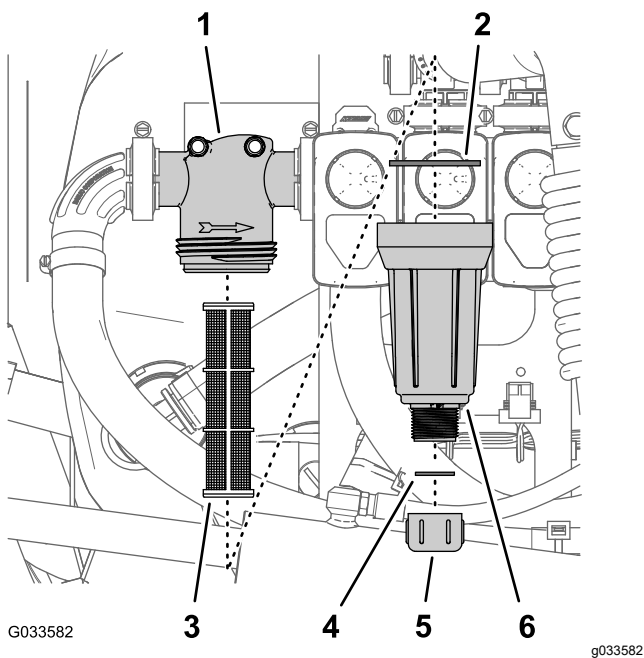

Figura 96
2. Amplasai o tavă de golire sub filtrul de presiune (Figura 96).
- Rotii capacul de golire în sens invers acelor de ceasornic i scoate-l din vasul filtrului de presiune (Figura 96).
- Rotii vasul în sens invers acelor de ceasornic i îndepărtai capul filtrului (Figura 96).
- Îndepărtai elementul filtrului de presiune (Figura 96).
- Verificați dacă există deteriorare i uzură la nivelul garniturii pentru bușonul de golire (situat în interiorul vasului) i garniturii pentru vas (aflată în interiorul capului filtrului) (Figura 96).
- Montați un nou element de filtrare de presiune la capul filtrului (Figura 96).
- Montați vasul pe capul filtrului i strângeți-l manual (Figura 96).
- Montați capacul de golire pe fittingul din partea de jos a vasului i strângeți capacul manual (Figura 96).